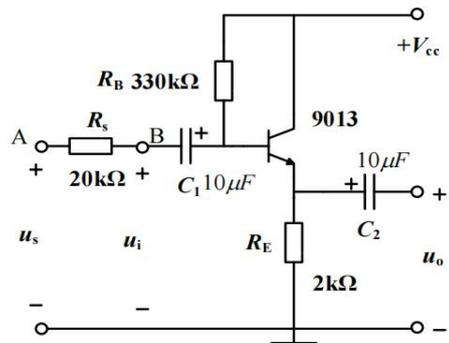

图 3-2 射极跟随器的实验线路图
输入电阻 R_i : 图 3-2 为射极跟随器的实验线路图。
由上式知, 射极跟随器的输入电阻 R_i 比共射极基本放大电路的输入电阻 R_i ($R_i = R_B // r_{be}$) 要高很多。在本次实验中, $r_{be} = 2k\Omega$ 。射极跟随器的实验电路如图 3-2 所示。输入电阻的测试方法: 只要测得 A、B 两点的对地电位, 按照下面公式即可计算出 R_i 。
按图 3-2 所示连接射极跟随器实验电路。接通 +12V 直流电源, 在 B 点加入频率为 1kHz 的正弦交流信号 u_i , (参考值: u_i 调至 1V 左右), 用示波器观察输入电压和输出电压波形, 保证输出无失真波形, 然后置关闭信号源 $u_i = 0$, 用万用表直流电压档, 测量晶体管各级对地电位, 将测得数据计入表 3-2 中。
2. 在图 3-2 所示的实验电路中，偏置电阻 R_B 起什么作用？